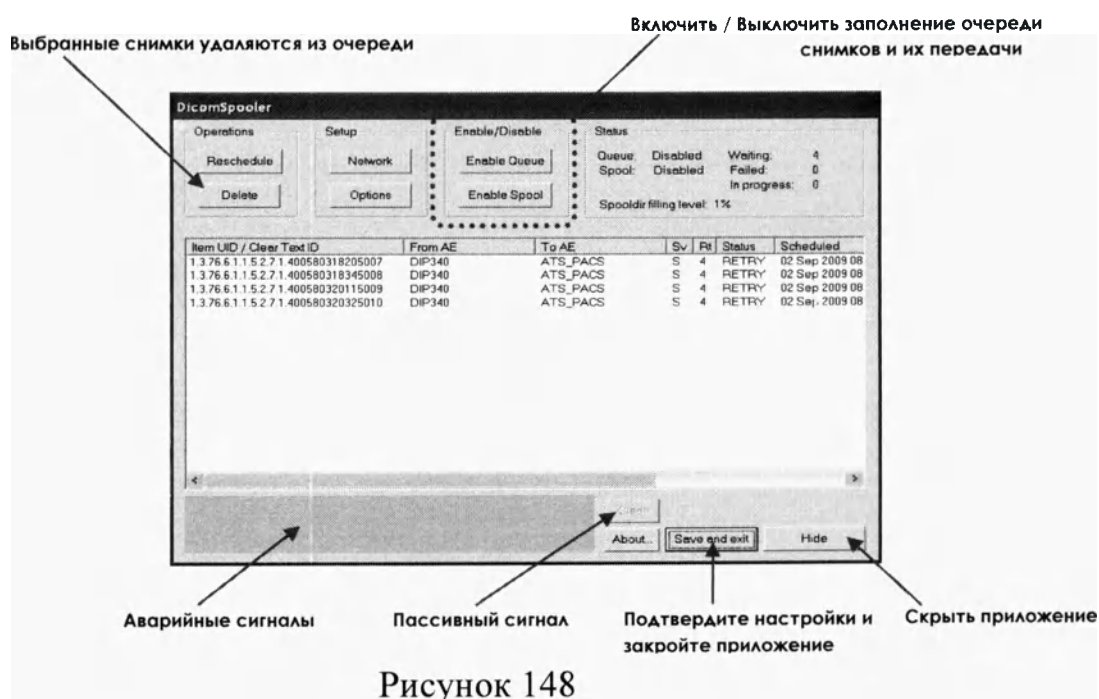

Рисунок 148
10.4.3 Если при передаче выявляются ошибки или неисправности, появляется окно **Dicom Спулер** (см. рисунок 148), отображающее состояние очереди передачи и любые аварийные сообщения.